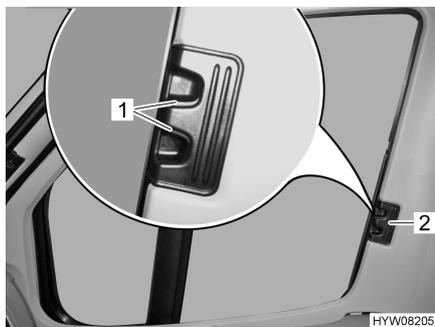

Fig. 9 Bloqueo de los estores plegables para la ventana del conductor/del acompañante
- Introducir el estor plegable hasta el tope desplazando el tirador (Fig. 9,2).
- Dejar que engatillen los tiradores de desbloqueo (Fig. 9,1).